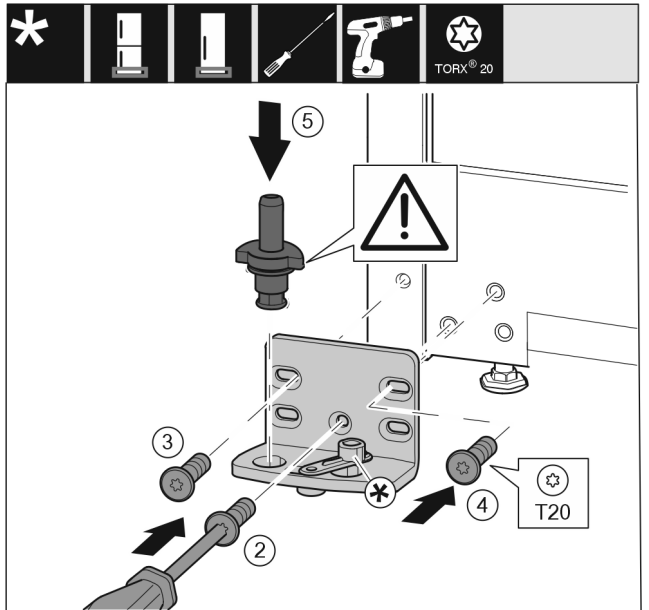

Fig. 14
- ▶ Uždėkite atraminę gembę kitoje pusėje ir prisukite, naudodami atsuktuvą T20. Su varžtu 2 pradėkite apačioje viduryje. *Fig. 14 (2)*
- ▶ Tvirtai prisukite varžtus 3 ir 4. *Fig. 14 (3,4)*
- ▶ Įstatykite visą atraminę gembę. Atkreipkite dėmesį į tai, kad fiksavimo kumštelis būtų nukreiptas į galą. *Fig. 14 (5)*